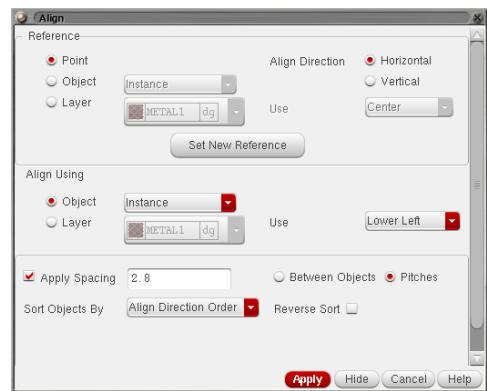
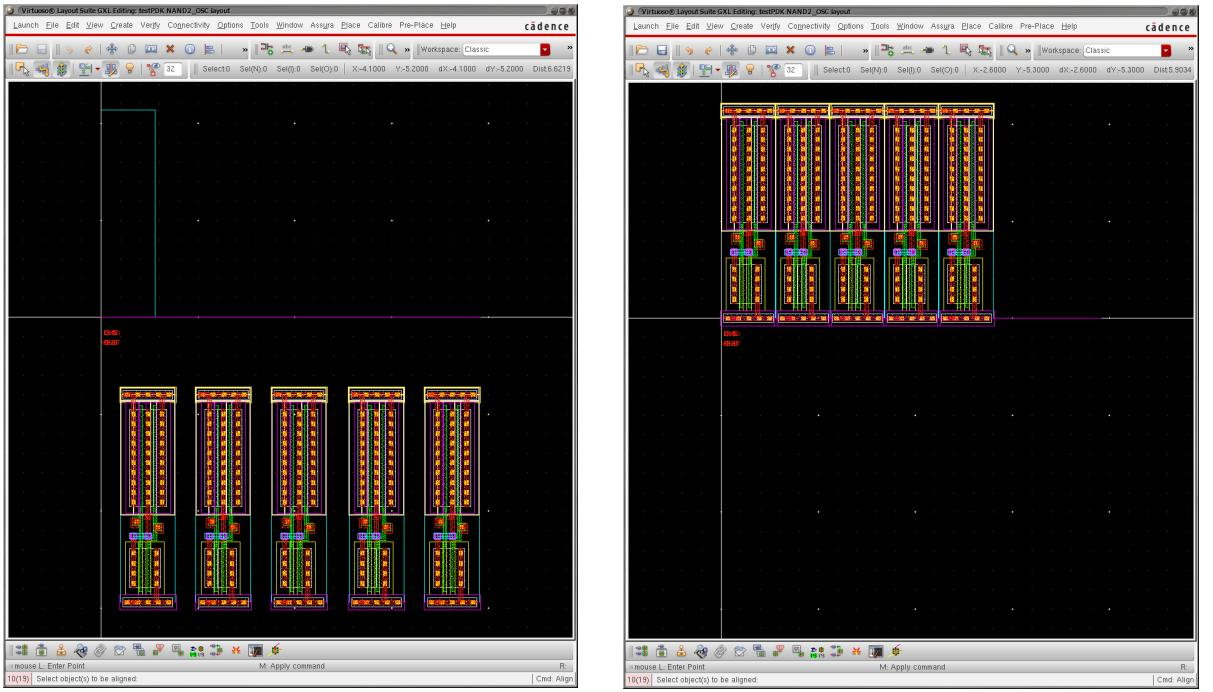

図 65: 等ピッチでの Align 設定
図 66: Align コマンドによる Reference Point の指定 図 67: 等ピッチで NAND2 レイアウトが並べられた
4. 5 個の NAND2 レイアウトを規則正しく並べる際に、第 11.4 節で紹介した Align コマンドを使用するといい。この際に Pitch を指定して並べることもできる。図 65 に示すように、Reference の欄で Point を指定し、Align Direction に Horizontal を指定する。Reference 欄の Set New Reference ボタンをクリックした後、レイアウトエディタ上で原点 (0,0) をクリックする。図 66 に示すように、原点から水平にピンク色の線が表示される事を確認する。その後、Align ウィンドウに戻り、Align Using の欄では Object を指定し、Instance を選択する。Use には Lower Left を選択する。Apply Spacing に必要な数値を入力する。本例では NAND2 のレイアウト幅の 2.8 を入力する。各自の設計したレイアウトの幅に合わせて指定すること。さらにその右側で Pitches を選択しておく。レイアウトエディタウィンドウで左ドラッグによる領域選択で 5 個の NAND2 レイアウトを全て選択する。その後、Align ウィンドウで Apply をクリックすると図 67 に示すように、原点を起点に 5 個の NAND2 レイアウトが等ピッチで並ぶことが分かる。